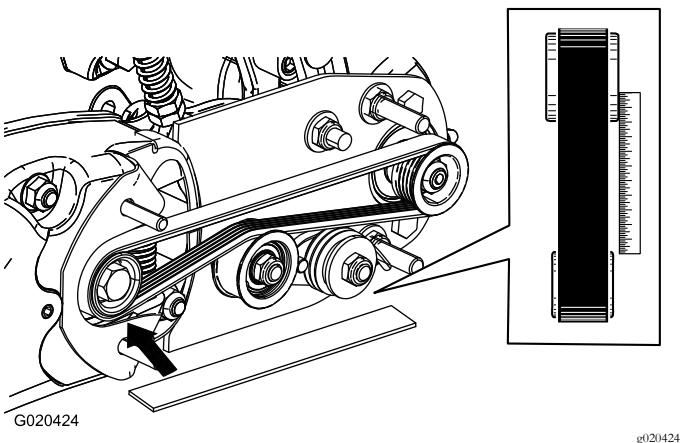

Figura 13
- A. Appoggiate un regolo sulla superficie esterna della puleggia motrice (Figura 13). Non appoggiate il regolo sulla puleggia motrice e la puleggia condotta.